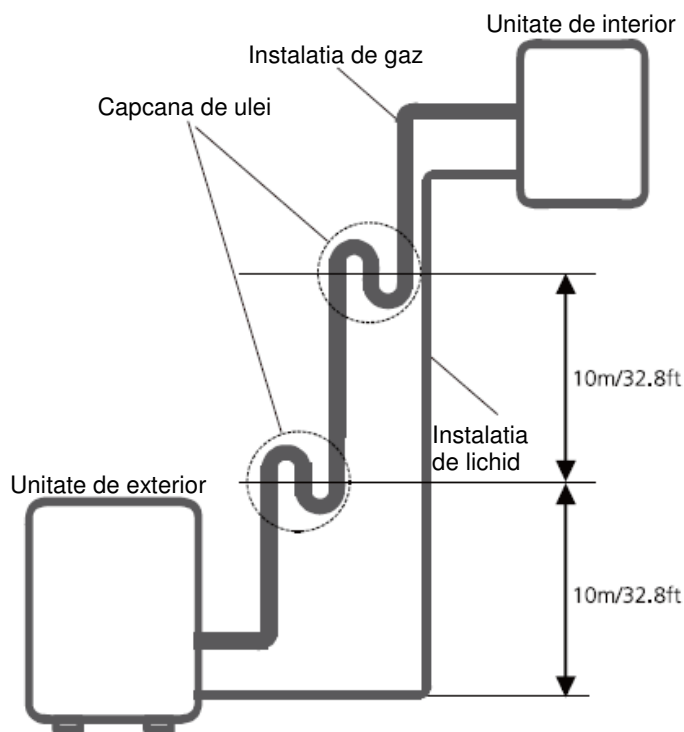

Fig. 7.2
- se recomandă ca conductele ascendente verticale să nu fie prea mari. Returul corect al uleiului în compresor trebuie menținut la viteza de aspirare a gazului. Dacă viteza scade sub 7,62 m/s (1500 picioare pe minute), returul uleiului trebuie scăzut. La fiecare 6 m (20 picioare) de pe conducta de aspirație verticală trebuie montată o capcană de ulei. (consultați Fig. 7.2)